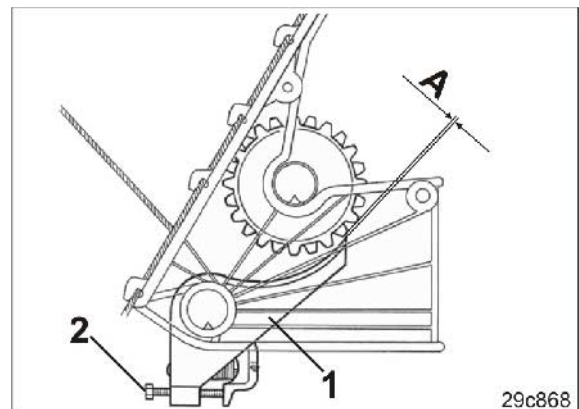

Fig. 220
2. Kontrollér, at bundklapperne (Fig. 220/1) går let.
Afstand "A" (Fig. 220) mellem bundklappen og såhjulet er 0,1 til 0,5 mm.
5. Indstil den foreskrevne afstand med bolten (Fig. 220/2).